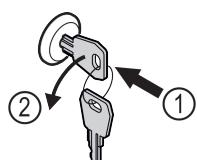

Fig. 194 Representación a modo de ejemplo
- Introducir la llave Fig. 194 (1).
- Girar la llave 90° en sentido antihorario Fig. 194 (2).